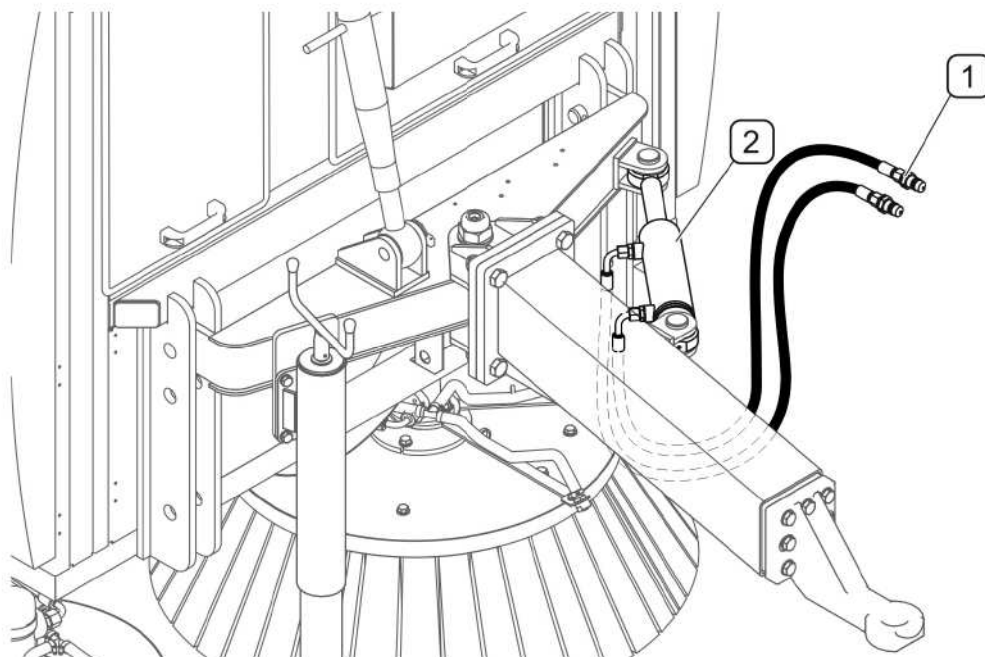

РИСУНОК 4.3А Подсоединение гидравлического питания управления поворотом дышла
(1)- быстроразъемные гидравлические соединения; (2)- гидроцилиндр;
Штекеры гидропроводов (1) управления поворотом дышла (РИСУНОК 4.3А) нужно подсоединить к разъемам внешней гидравлики трактора. При присоединении гидропроводов к трактору необходимо следить за тем, чтобы провода не сгибались и не перекручивались, а также обеспечить их защиту от повреждений.